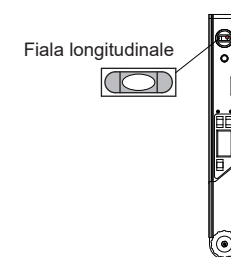

Fig. 2
- b. Controllo longitudinale (Fig. 2).